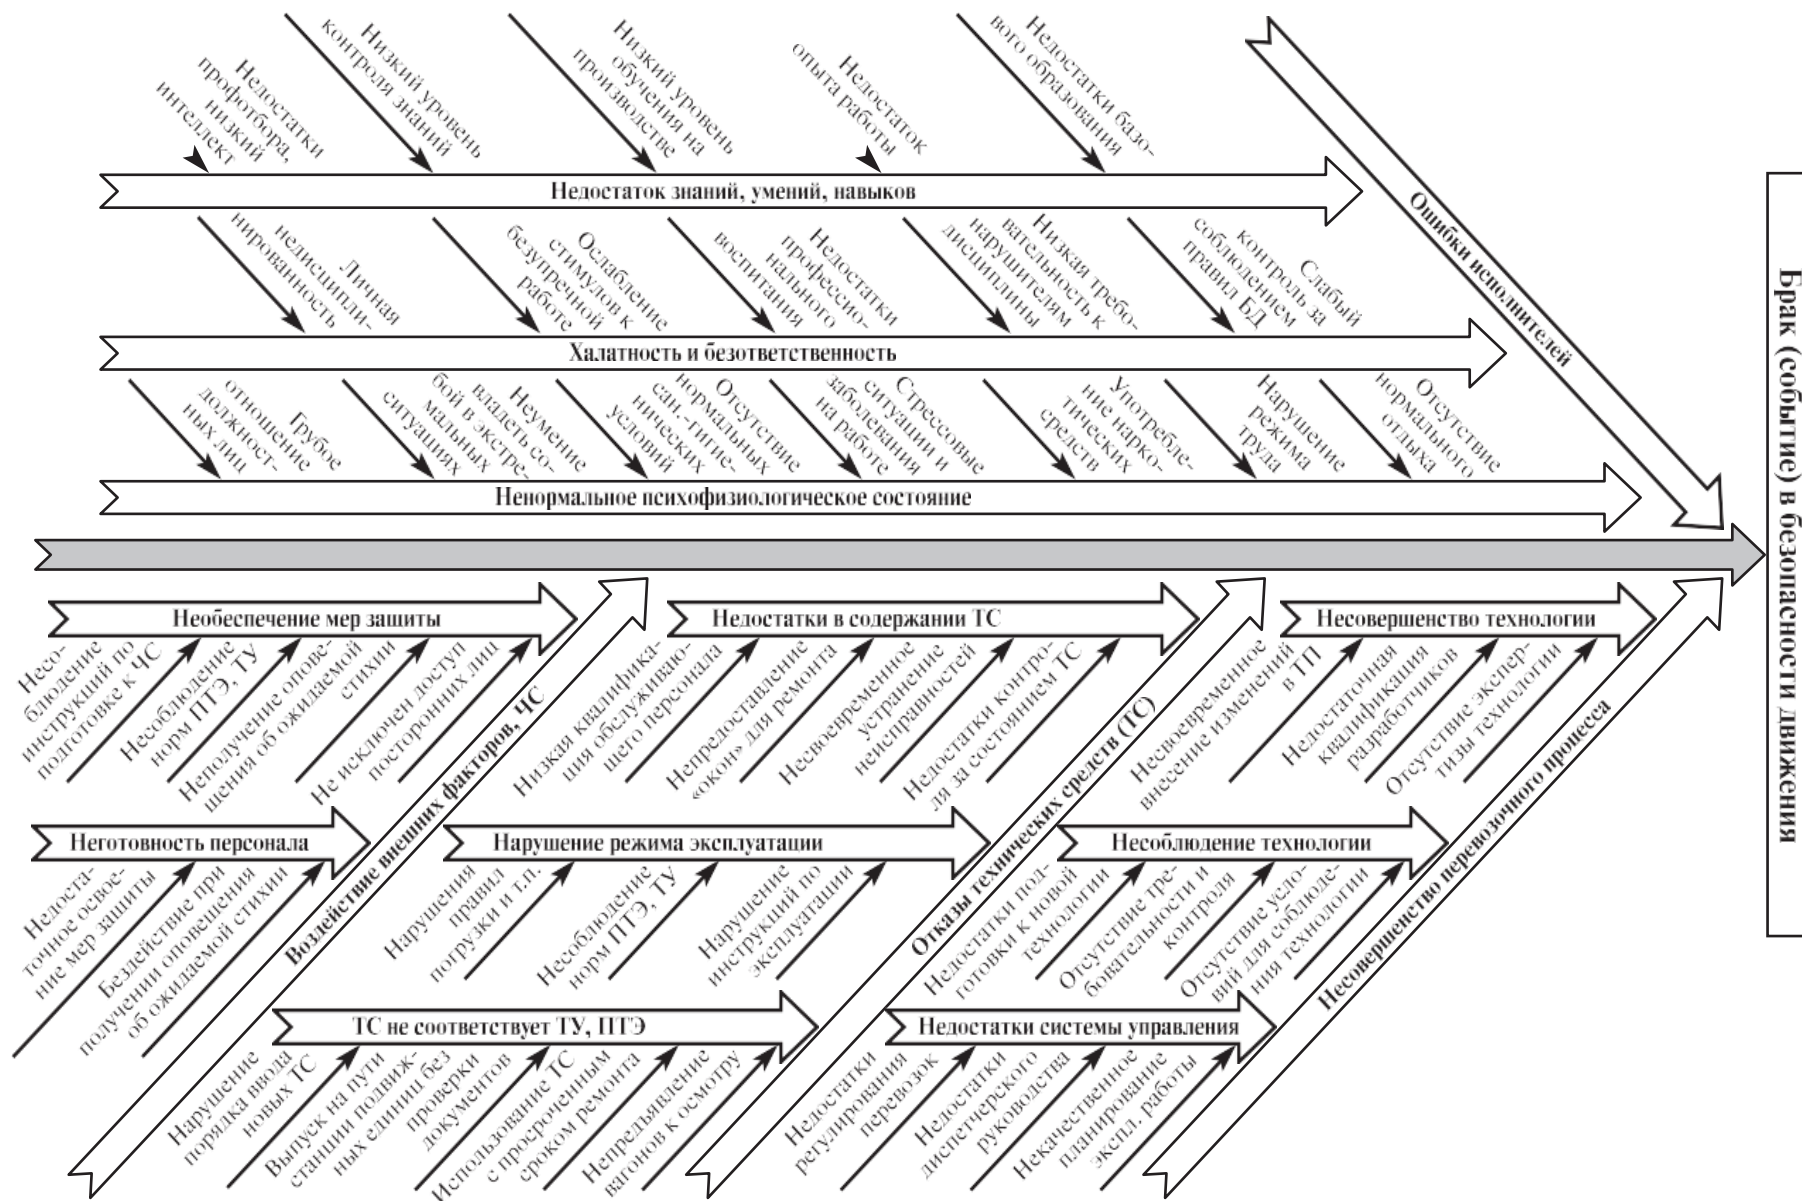

Рис. 50.1. Схема основных причинно-следственных связей и факторов брака (событий) в безопасности движения на станции
2. На рис. 50.1 в виде схемы представлен обобщенный анализ причинно-следственных связей и факторов брака (событий) в безопасности движения. Рисунок дает целенаправленную информацию к размышлению об основных потенциальных угрозах безопасности движения (рисках) и направлениях деятельности по предупреждению чрезвычайных происшествий в области безопасности движения.